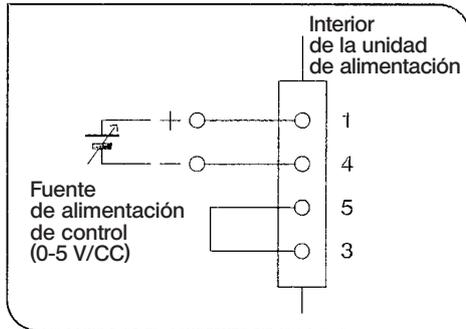

Fig. 5
(Fig. 5)
1. Conecte una fuente de corriente continua como se muestra en la Fig. 5. No encienda todavía la fuente de alimentación.